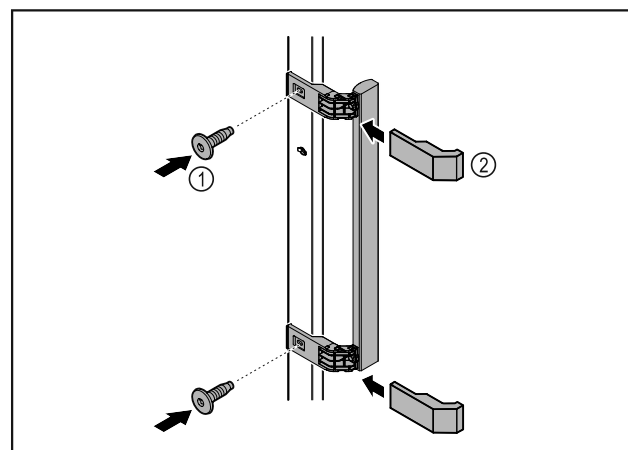

Fig. 7
- ▶ Meegeleverde greep met de meegeleverde schroeven Fig. 7 (1) op de deur aanbrengen.
- ▶ Afdekking Fig. 7 (2) plaatsen.